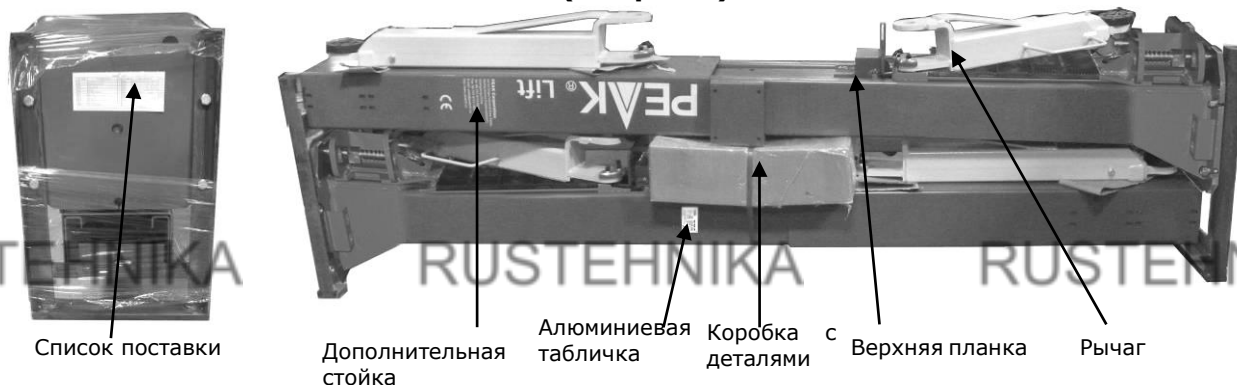

Рис. 7
2. Сдвиньте в сторону упаковку с подъемником с помощью вилочного погрузчика или крана и осторожно распакуйте его, извлеките рычаги и коробку с деталями из стойки, затем разместите их рядом с местом монтажа, проверьте детали в соответствии со списком поставки. (См. рис.7).